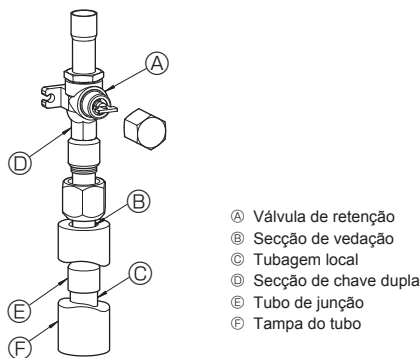

Fig. 4-3
- ③ Utilize o seguinte procedimento para ligar a tubagem do lado do gás. (Fig. 4-3)
- 1 Solde o tubo de junção (E) fornecido à unidade exterior, utilizando materiais de soldadura adquiridos localmente, e a tubagem local (C), sem oxigénio.
- 2 Ligue o tubo de junção (E) à válvula de retenção do lado do gás. Use duas chaves para apertar a porca afunilada.